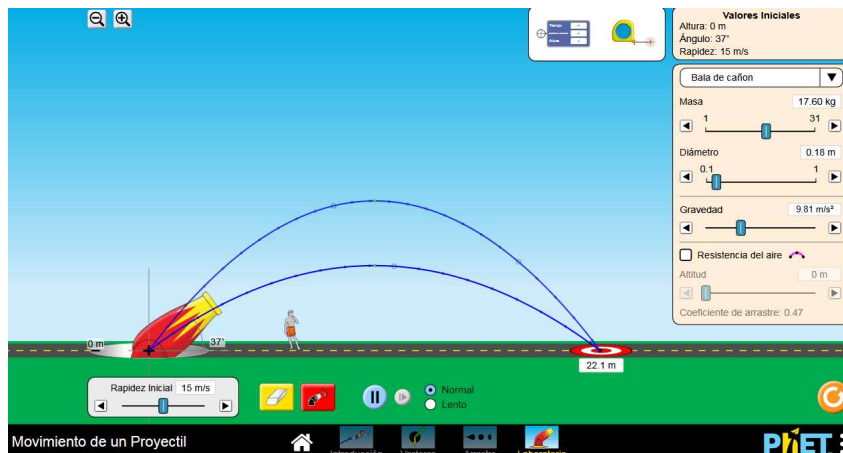

Figura No. 2
6. Verifique esto en el simulador, ver *Figura No. 2*.